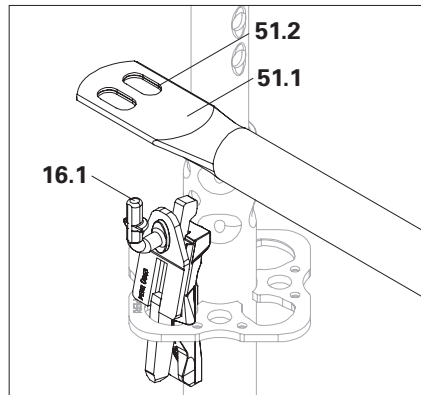

Fig. A5.08a
1. Girare gli elementi di attacco (**51.1**) del corrente parapetto in orizzontale e posizionarli sul gancio per parapetto (**16.1**) (Fig. A5.08a)